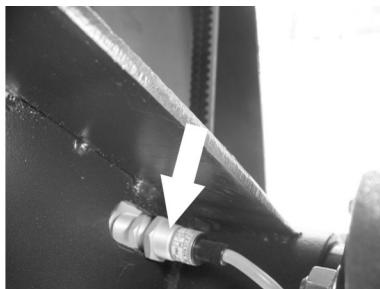

Рисунок 2.8. Датчик вентилятора
**Датчик вентилятора** (рис. 2.8) устанавливается вблизи вращающейся части вентилятора. Управляющим элементом для включения датчика вентилятора служит стальной диск с двумя симметрично срезанными сегментами, закрепленный на валу вентилятора. При вращении вала прохождение двух управляющих элементов через активную зону датчика за один оборот вала вызывает два включения датчика, выходной сигнал с датчика подается в тахометр для определения частоты вращения вентилятора. Из-за высокой частоты вращения вала вентилятора периодическое мигание индикатора становится неразличимым человеческому глазу, свечение становится непрерывным, но при этом яркость свечения уменьшается. Данная конструкция управляющего элемента позволяет снизить требования к точности установки рабочего зазора и работоспособность датчика в полном допустимом диапазоне зазоров от минимального, близкого к нулю, до максимального 4 мм во всем диапазоне частот вращения вентилятора.